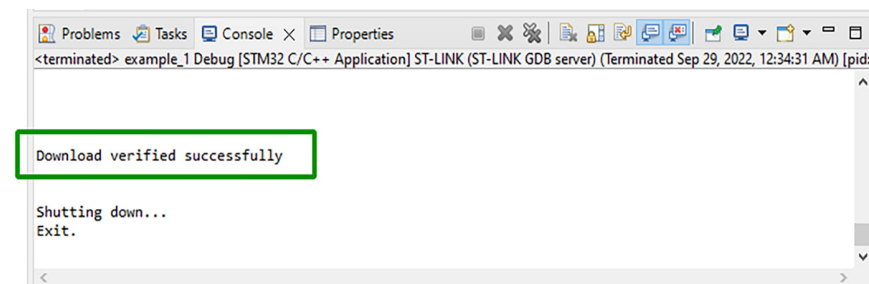

Рис. 2.5. Завершение загрузки микроконтроллера
8. Если микроконтроллер подключен к компьютеру через отладчик STLink, то загрузка должна завершиться без ошибок в окне «Console» (рис. 2.5).